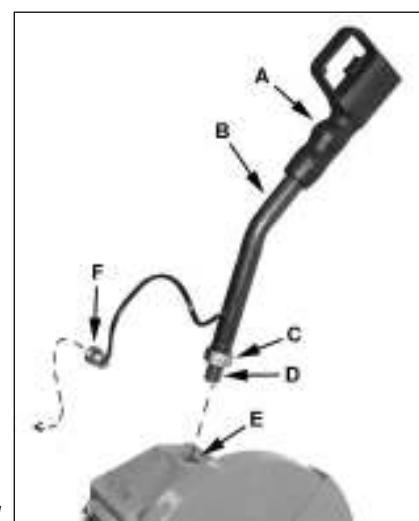

Рис. 1
Завинтите резьбовую часть (D, Рис. 1) управляемой ручки (B) в резьбовое отверстие (E). Закрепите контргайку (C).
Загорится зеленая лампа подачи питания (Y). Запустить станок можно нажав пальцем пусковую кнопку на управляющей ручке (A, Рис.1). Чтобы остановить станок, отпустите пусковую кнопку. Насос подачи СОЖ запускается вместе с главным двигателем, дождитесь достаточного потока СОЖ, прежде чем начать резание.